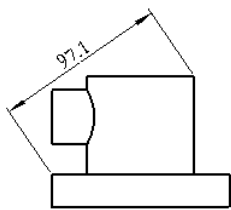
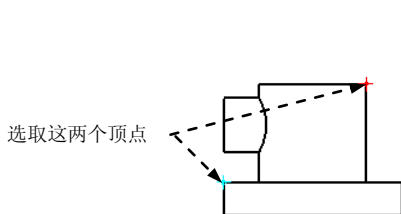
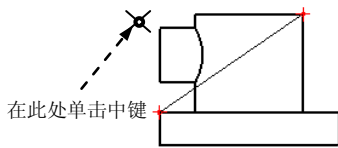

图 5.2.32 尺寸显示
图 5.2.33 选取顶点
图 5.2.34 选取放置位置
- 标注图 5.2.32 所示的尺寸，可以按照如下的方法操作。
Step3. 按住 Ctrl 键，选取图 5.2.33 所示的两顶点，在图 5.2.34 所示的位置单击中键，此时在视图中显示尺寸，如图 5.2.32 所示。